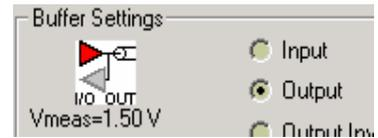

图 5.6
a) 从 Select 菜单选择 Component Models/Values(出现图 5.3);在管脚列表区单击“ U3.20 ”点亮它； 在“ Buffer Settings ”设置区单击“ Output radio ”按钮(见图 5.6),软后关闭窗口。